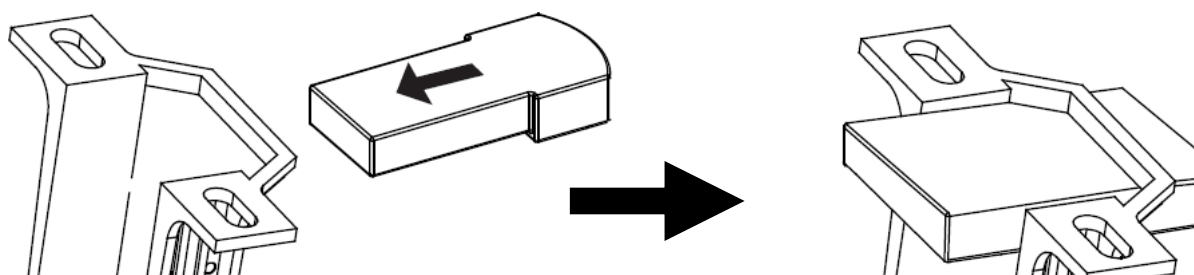

Fig. 8
Fare riferimento alla Fig. 8 per il collegamento elettrico del ventilatore.
- Inserire con attenzione il ricevitore del telecomando sopra il giunto sferico, nello spazio rimanente all'interno della staffa di supporto. Fare attenzione a non danneggiare o allentare alcun cavo (Fig. 8).